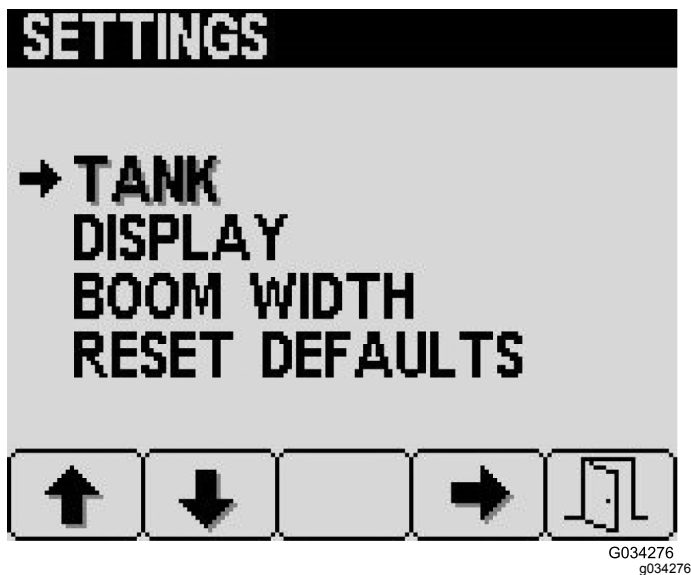

Figure 23
1. Sur l'écran de Réglages, appuyez sur la touche 2 jusqu'à atteindre l'option Cuve, puis appuyez sur la touche 4 pour sélectionner "Cuve" (Figure 23).